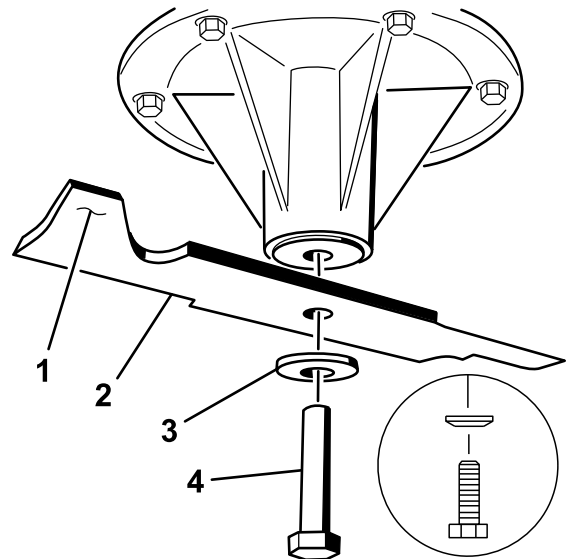

Figura 100
2. Retire a cavilha da lâmina, a anilha curva, e a lâmina do eixo (Figura 100).
3. Se lâmina não estiver equilibrada, lime algum metal da extremidade da aba apenas (Figura 100).